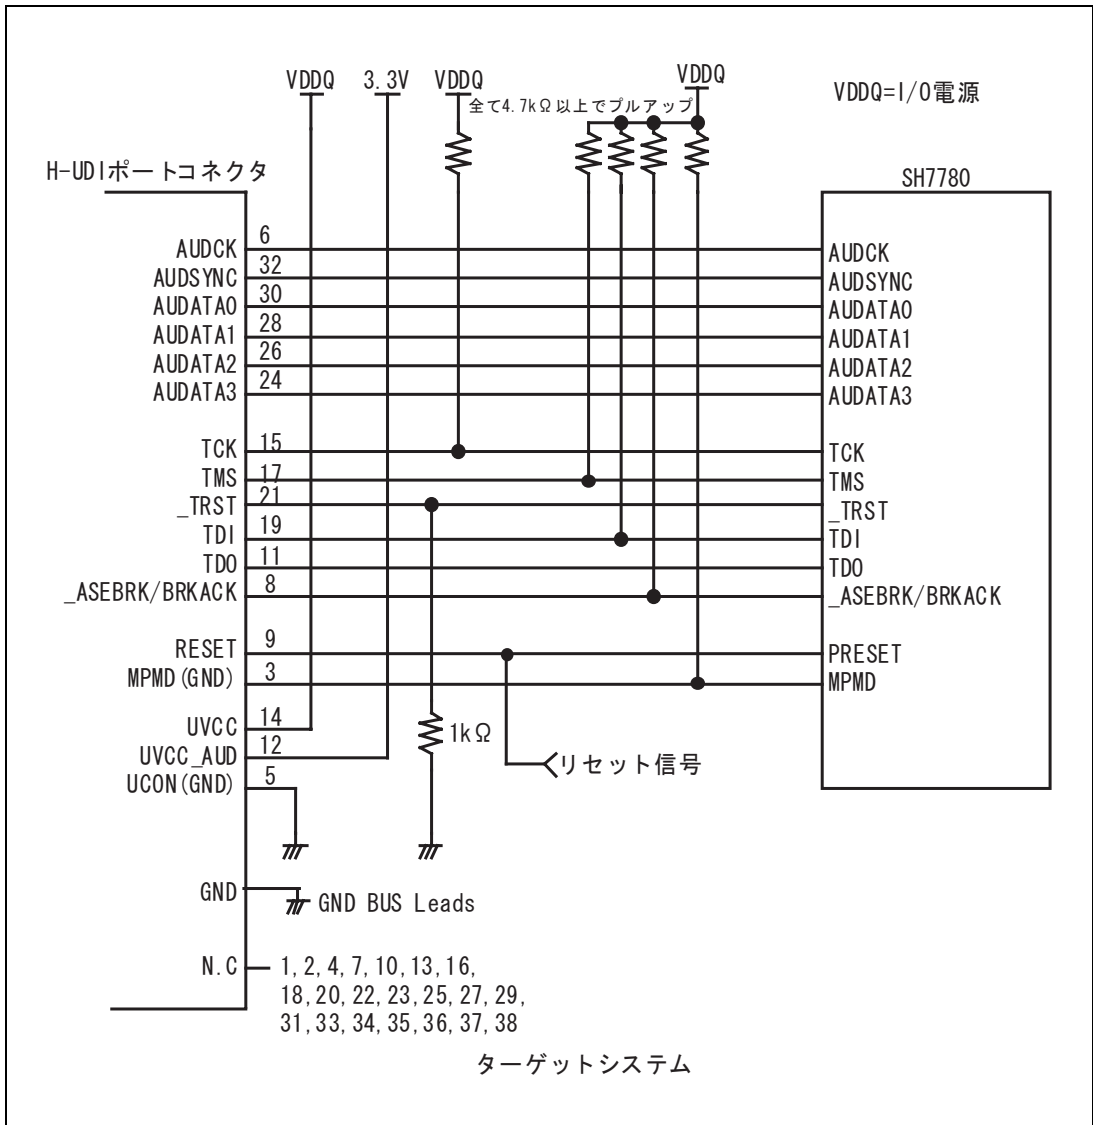

図 1.2 SH7780 用 E200F 使用時の H-UDI ポートコネクタ - チップ間の推奨接続例(38 ピンタイプ)
SH7780 用 E200F エミュレータ使用時の H-UDI ポートコネクタ(38 ピンタイプ)とチップ間の推奨接続例を図 1.2 に示します。
- 図 1.2 は、E200F 接続時"0"(GND 接続)になるように、E200F のユーザインタフェースケーブルを接続した時、GND となる回路例です。
7. 図 1.2 に記載されている抵抗値は、参考値です。